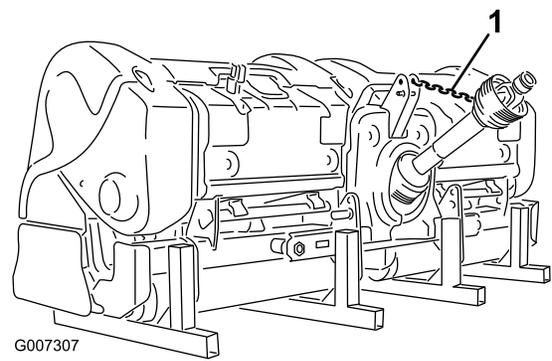

Рисунок 45
12. Подсоедините привязную цепь механизма отбора мощности к его щитку, чтобы не допустить контакта вала механизма отбора мощности с грунтом (Рисунок 45).